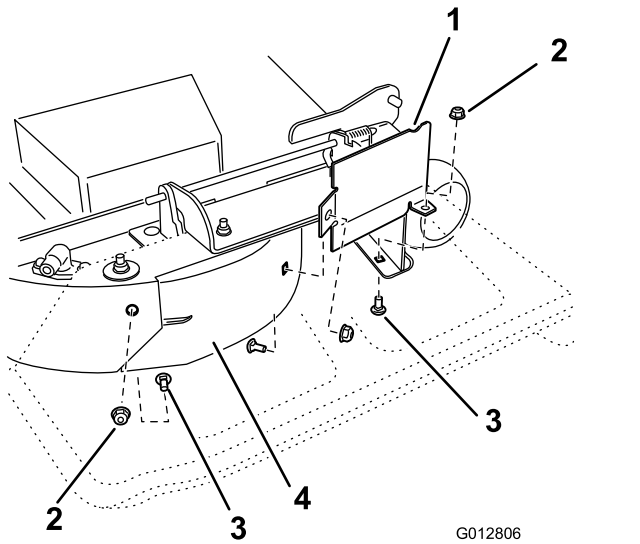

Figura 29
8. Rimuovete il bullone a testa tonda (5/16" x 3/4") e il dado di bloccaggio (5/16") che fissano il deflettore al lato posteriore del piatto di taglio (Figura 29).
9. Individuate la protezione del deflettore sul bordo anteriore dell'apertura dello scarico laterale e rimuovete i dispositivi di fissaggio che fissano la protezione del deflettore e il deflettore di destra al piatto di taglio (Figura 29).